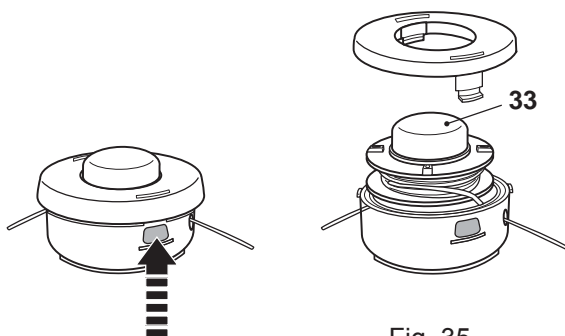

Fig. 35
- > Pour remplacer la bobine, enfoncez le verrou du boîtier de la tête de coupe et ouvrez le couvercle. Si nécessaire, tournez pour expulser la bobine usée et la remplacer par une nouvelle du même type (Fig. 35).